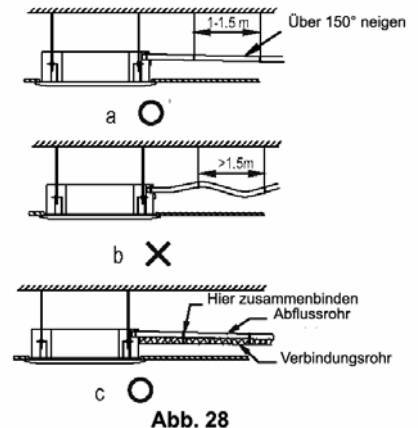

Abb. 28
- Damit kein Wasser zurück in die Klimaanlage fließt, wenn sie nicht läuft, neigen Sie das Abflussrohr in einem Winkel von mindestens 150° nach unten in Richtung Außengerät (Abflusseite). Vermeiden Sie dabei Ausbeulungen und Wasseransammlungen. (Siehe Abb. 28.a)
- Zerren Sie während des Anschließens nicht am Abflussrohr, damit das Gerät nicht gezogen wird. Alles 1~1,5 m muss ein Stützpunkt vorgesehen werden, damit das Abflussrohr nicht nachgibt (s. Abbildung 28.b). Sie können das Abflussrohr auch mit dem Verbindungsrohr zusammenbinden, um es zu stabilisieren (s. Abb. 28.c).